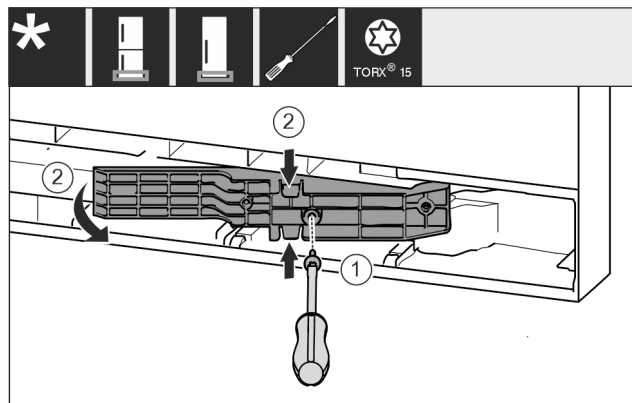

Fig. 18 *
- ▶ Ослабити гвинти за допомогою викруткі T15. Fig. 18 (1)*
- ▶ Витягнути деталь адаптера. Fig. 18 (2)*